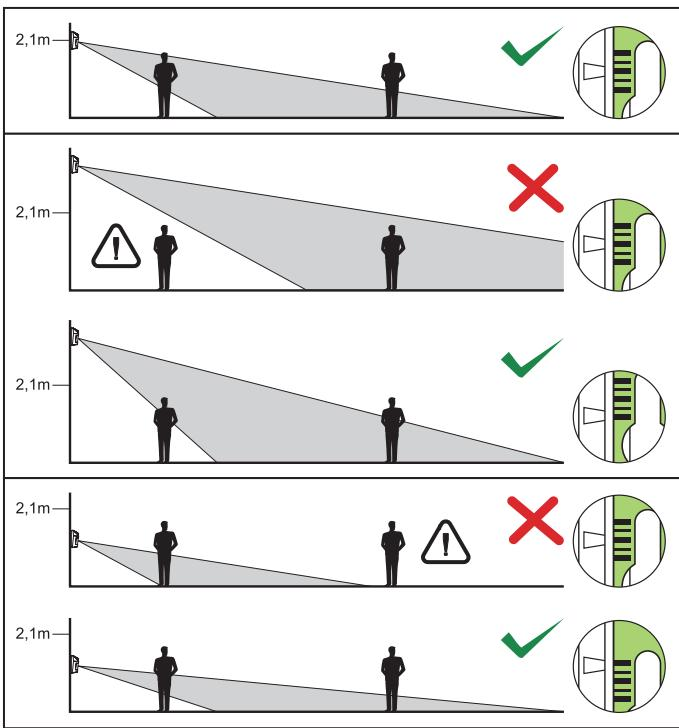

Рис. 4. Влияние высоты монтажа на охраняемую зону и способ позиционирования пироэлемента по отношению к линзе с целью оптимальной установки.
- 6 – шкала для позиционирования пироэлемента относительно линзы (см. Табл. 2 и Рис. 4).
6. Закрепите плату электроники, учитывая высоту монтажа извещателя (см. Таблица 2 и Рис. 4).